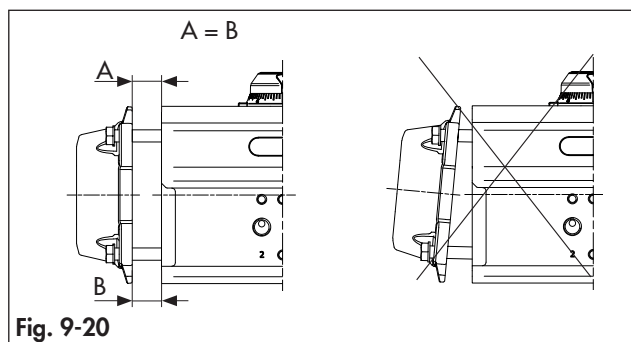

Fig. 9-20
- ➔ Monte as tampas das extremidades como mostrado na Fig. 9-20 mantendo uma distância constante ( $A = B$ ) entre o corpo do atuador e a interface da tampa da extremidade.